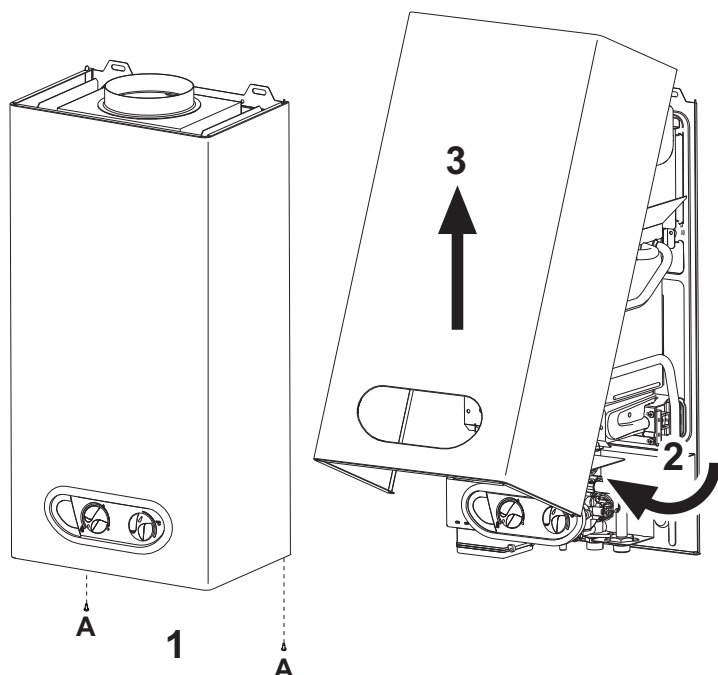

fig. 11 - Apertura de la cubierta
1. Desenrosque los dos tornillos A (fig. 11).